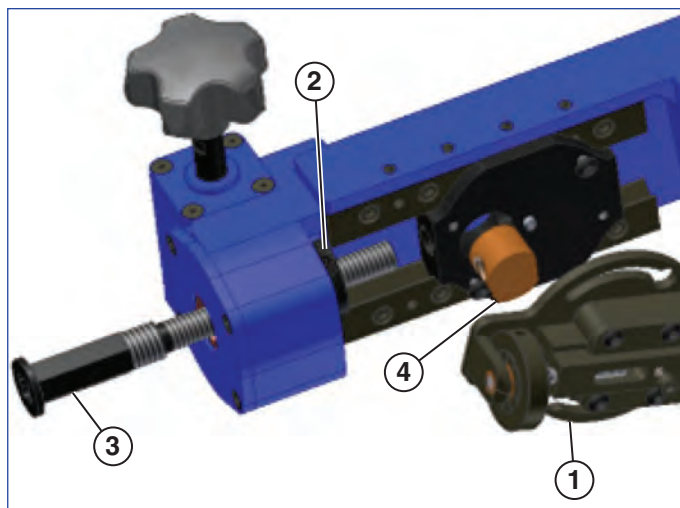

Figura 6
4. Dois parafusos de alimentação são fornecidos com o "QuickFace". Se o acabamento desejado da superfície é de 125 a 250 micro polegadas (3,18 – 6,35 μm), use o parafuso de alimentação de $\frac{1}{2}$ - 11. Se o acabamento desejado da superfície é de 60 a 100 micro polegadas (1,52 – 2,54 μm), use o parafuso de alimentação de $\frac{1}{2}$ a 20. **Ver Figura 6.**